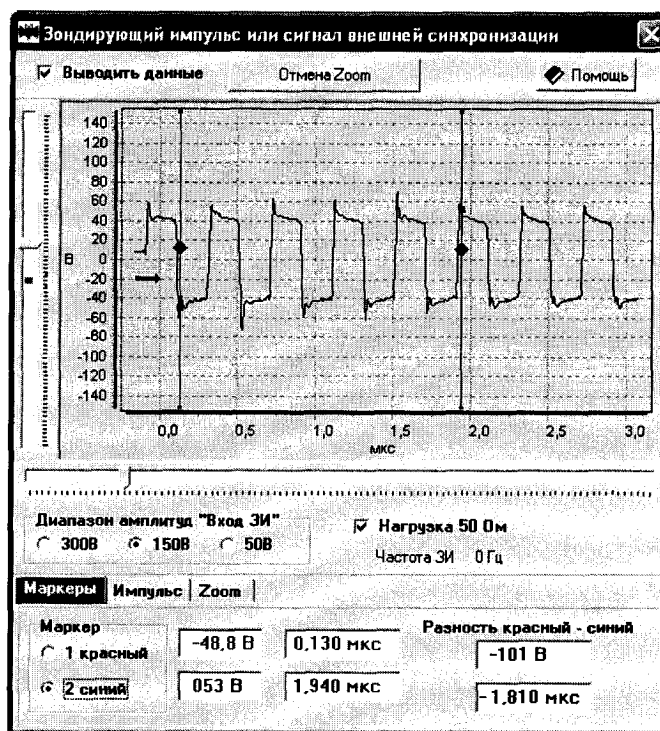

Рисунок 4.4 – Панель осциллографа.
4.5.4.1.6 Нажать на панели управления СС306 кнопку «Показать ЗИ». На экране монитора появится панель осциллографа (рис.4.4):